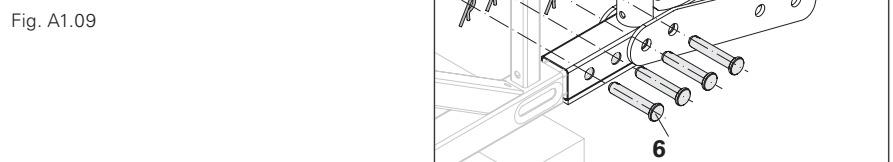

Fig. A1.09a
2. Inserire la staffa (**19.1**) sull'elemento di colmo. (Fig. A1.09a)
3. Fissare i bulloni (**6**) e gli inserti a molla (**7**) – 4x. (Fig. A1.09a) → Collegamento fissato.